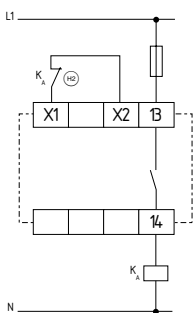
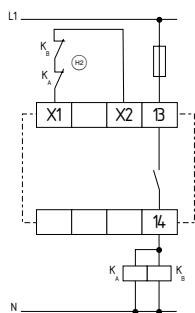

Fig. 17
Fig. 18
**Controllo a un canale con circuito di ripristino (Fig. 17)**
- (H) = circuito di ripristino: Se il circuito di ripristino non è richiesto, sostituirlo con un ponticello.
**Controllo a due canali con circuito di ripristino (Fig. 18)**